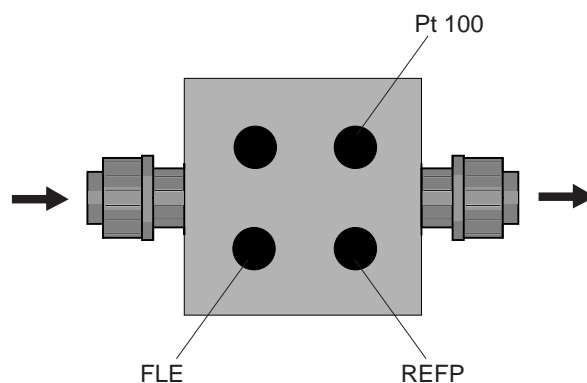

Fig. 4
- ▶ Retirez trois bouchons borgnes de la chambre d'analyse (voir figure 4):